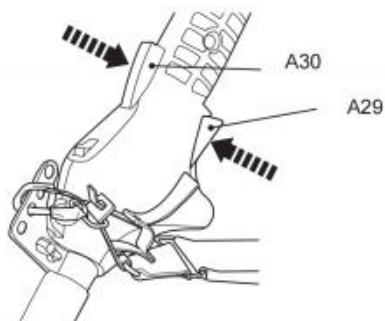

Fig. 39
10. Tryck på gasreglaget (A30) och gasreglaget (A29) för att manövrera produkten (fig. 39).